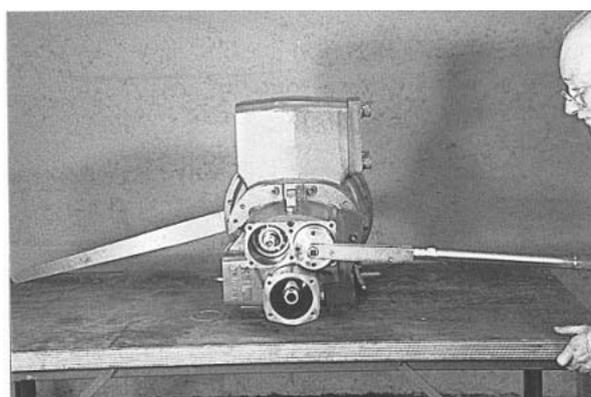

Рис. 128
Теперь нужно заблокировать роторы одним из описанных ранее способов, чтобы затянуть контргайки. Способ, представленный на рис. 128, заключается в установке специального гаечного ключа на вал ротора "папа".
20. Прodelайте то же самое с контргайкой ротора "мама". (Рис. 128)